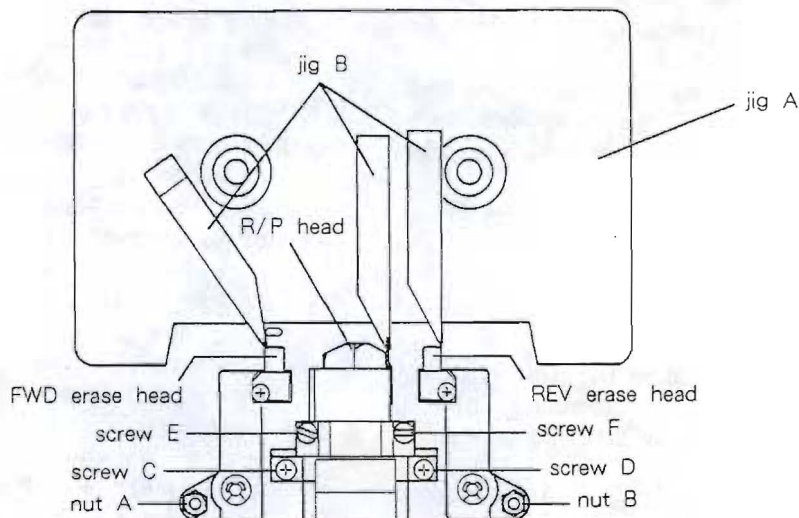

Fig. 2-6
- 1). Set jig A as shown in Fig. 2-6, then set the deck to FWD/PLAY mode.
If it doesn't, adjust Allen nut A shown in Fig. 2-6.
- If the head is both high (or low) in FWD and REV modes, replace the spacer under screws C and D (Fig. 2-6) with a thin (or thick) one. (Add or remove the same number of spacers with the same thickness for both screws C and D.)
- 1). 図2-6のように治具Aをセットし、FWD/PLAYモードにする。
そうでない場合は、図2-6の六角ナットAを調整する。
ネジC, D (図2-6) の下のスペーサーを板厚の薄い(厚い)ものに換える。(C, D共同じ厚さのスペーサーを同枚数増減すること)
- 7). Play back the 10 kHz signal on test tape MTT-256 in FWD/PLAY mode, then adjust FWD azimuth adjustment screw E (Fig. 2-6) so that the phase difference between the L and R channels is  $0^\circ$ .
- 7). FWD/PLAYモードでテスト・テープ MTT-256の 10kHzを再生して、LchとRchの位相差が  $0^\circ$  になるようにFWD用アジマス調整ネジE (図2-6)を調整する。